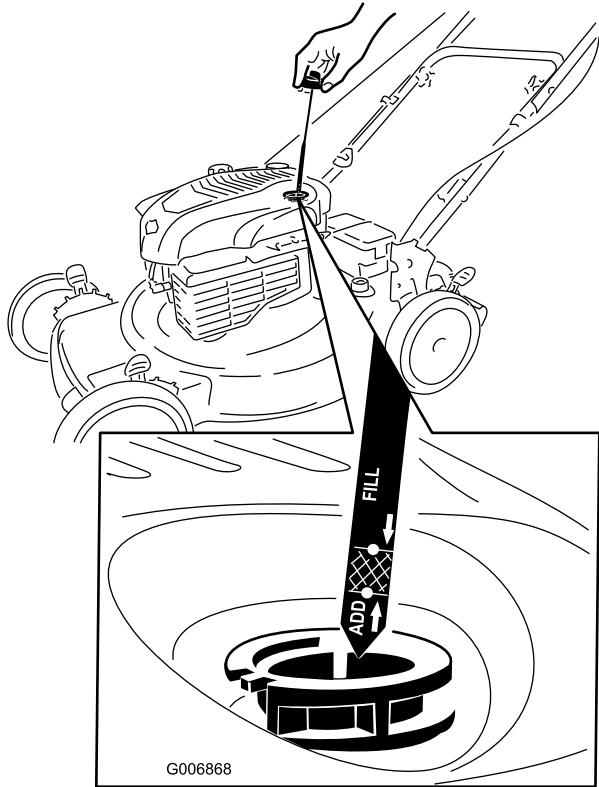

Figura 12
1. Retire la varilla, límpiela, y vuelva a colocarla (Figura 12).
2. Retire la varilla y compruebe el nivel de aceite (Figura 12). Si el nivel de aceite está por debajo de la marca **Add** de la varilla, vierta **lentamente** aceite en el tubo de llenado hasta que el nivel llegue a la marca **Full** de la varilla. **No llene demasiado.** (Capacidad máxima: 0,59 l, tipo: SAE 30, aceite detergente con clasificación de servicio API SF, SG, SH, SJ, SL o superior.)